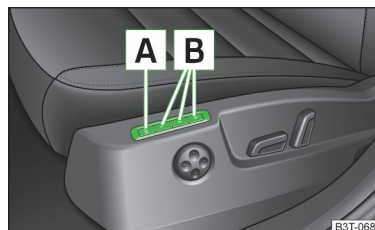

Fig. 70
Funcția Memory pentru scaunul șoferului oferă posibilitatea memorării poziției scaunului șoferului și a oglinzilor exterioare. Fiecăreia din cele trei taste de memorare [B] » fig. 70 îi poate fi alocată câte o poziție de reglare.
- › Apăsați tasta [SET] [A] » fig. 70.
- › Apăsați tasta de memorare dorită [B] » fig. 70.
➤ Apăsăți **scurt** tasta de memorare dorită **[B]** » fig. 70 când contactul este cuplat.
➤ Apăsăți și mențineți apăsată o tastă oarecare de memorare **[B]** » fig. 70 *la pagina 83*. După ce scaunul a trecut în poziția memorată la tasta respectivă, apăsați simultan tasta **[A]** de pe cheia cu telecomandă, în interval de 10 secunde.
➤ Apăsăți și mențineți apăsată tasta **[SET]** **[A]** » fig. 70 *la pagina 83*. Apăsăți simultan tasta **[A]** de pe cheia cu telecomandă, în decurs de 10 secunde.